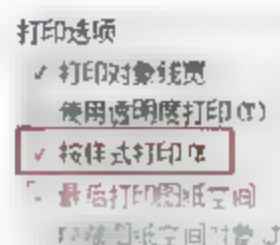

图14-13 勾选选项
**09** 勾选【打印选项】选项组中的【按样式打印】复选框，如图14-13所示，使打印样式生效，否则图形将按其自身的特性进行打印。